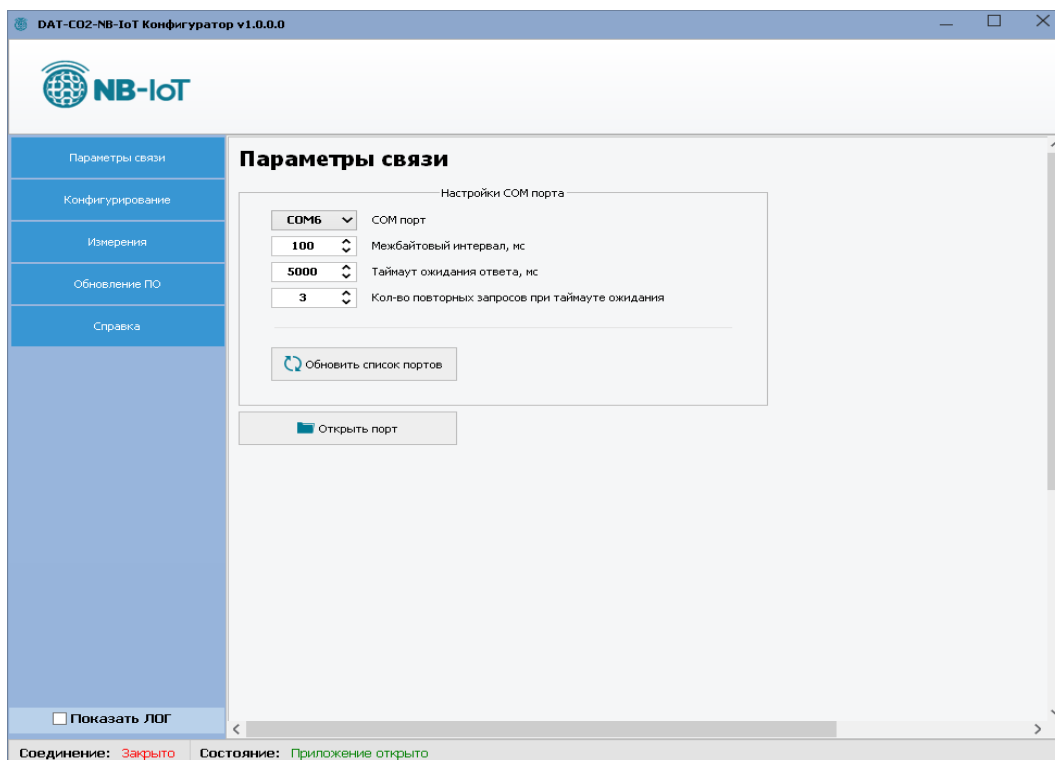

Рисунок 3 – Вкладка «Параметры связи»
На вкладке параметры связи (Рисунок 3), установить параметры:
- Выбрать на вкладке «Параметры связи» (Рисунок 3) соответствующий Com-порт